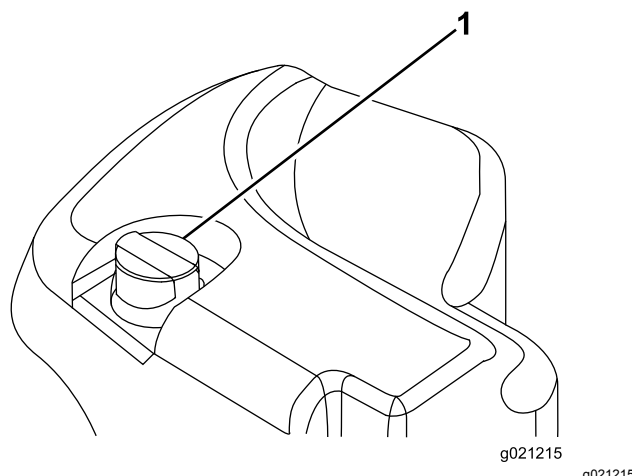

Figure 67
2. Nettoyez la surface autour du goulot et du bouchon de remplissage du réservoir hydraulique (Figure 67).